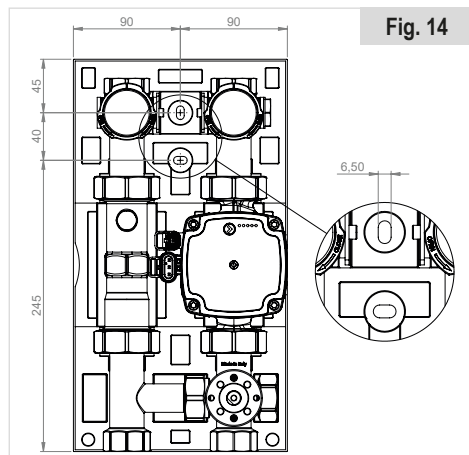

Fig. 15
La valvola miscelatrice è dotata di un rotore interno che varia la portata dei flussi in ingresso alla valvola dalla porta (A) e dalla porta (B) che si uniscono in un unico flusso di uscita nella porta comune (AB). In questo modo è possibile regolare la percentuale di regolazione dei flussi passando da un flusso totalmente proveniente dalla porta (A) a uno proveniente totalmente dalla porta (B) oppure a un flusso miscelato in base alla rotazione dell'otturatore (vedi Fig. 15).